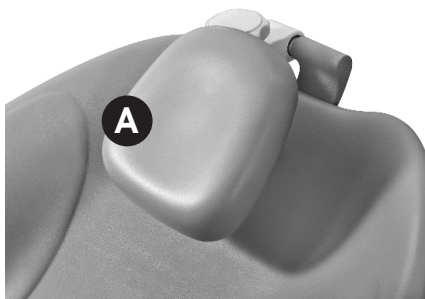

Fig. 4
- A Ajuste do Encosto de Cabeça** - O encosto de cabeça possui 3 regulagens, uma longitudinal, que pode ser ajustada simplesmente puxando ou empurrando o encosto de cabeça para dentro ou para fora da base (encosto da cadeira), uma de inclinação e uma de altura. Para ajustar, gire o botão de regulagem (Item A1, fig.6) localizado na parte posterior do encosto de cabeça no sentido anti-horário para soltar, ajuste como necessário e aperte-o novamente girando-o no sentido horário (Figs. 4, 5 e 6);